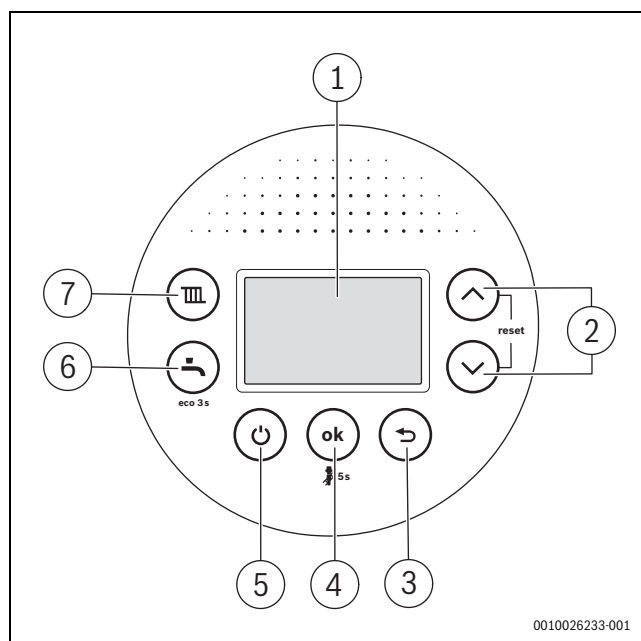

Bild 107 Bedienfeldübersicht
Nach der Inbetriebnahme schaltet die Taste  (→ Bild 107, [5]) gleichzeitig Heizung und Warmwasserbereitung durch das Brennwertgerät ein oder aus, ohne die Spannungsversorgung zu unterbrechen.
- Im normalen Betrieb das Gerät mit der Taste  (→ Bild 107, [5]) ausschalten.